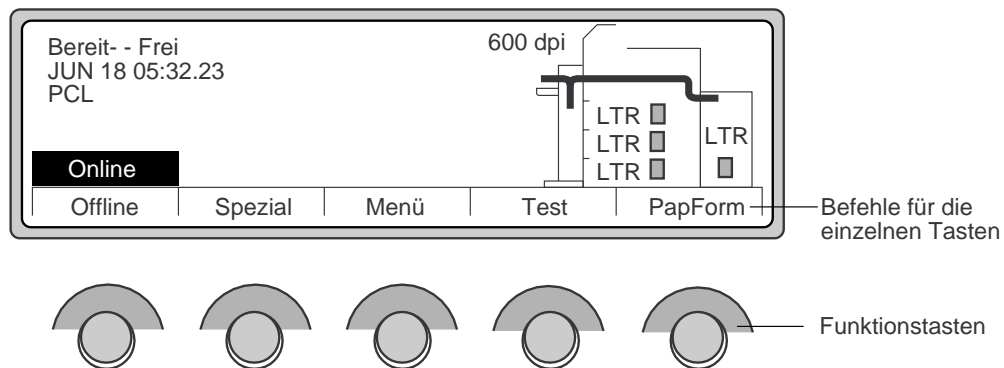

Abbildung 2-6 Funktionstasten im Hauptmenü
- Die Funktionstasten befinden sich unterhalb der LCD-Anzeige. Mit diesen fünf Tasten können während des Druckbetriebs oder beim Ändern der Einstellungen verschiedene Aktionen ausgeführt werden. Abbildung 2-6 zeigt diese Funktionstasten.
- Die Flüssigkristallanzeige (LCD-Anzeige) zeigt den Druckerstatus sowie Informationen zum momentanen Betrieb an. Abbildung 2-6 stellt die Anzeige des Basismenüs (das Hauptmenü) dar. Die Meldungen haben folgende Aufgaben: